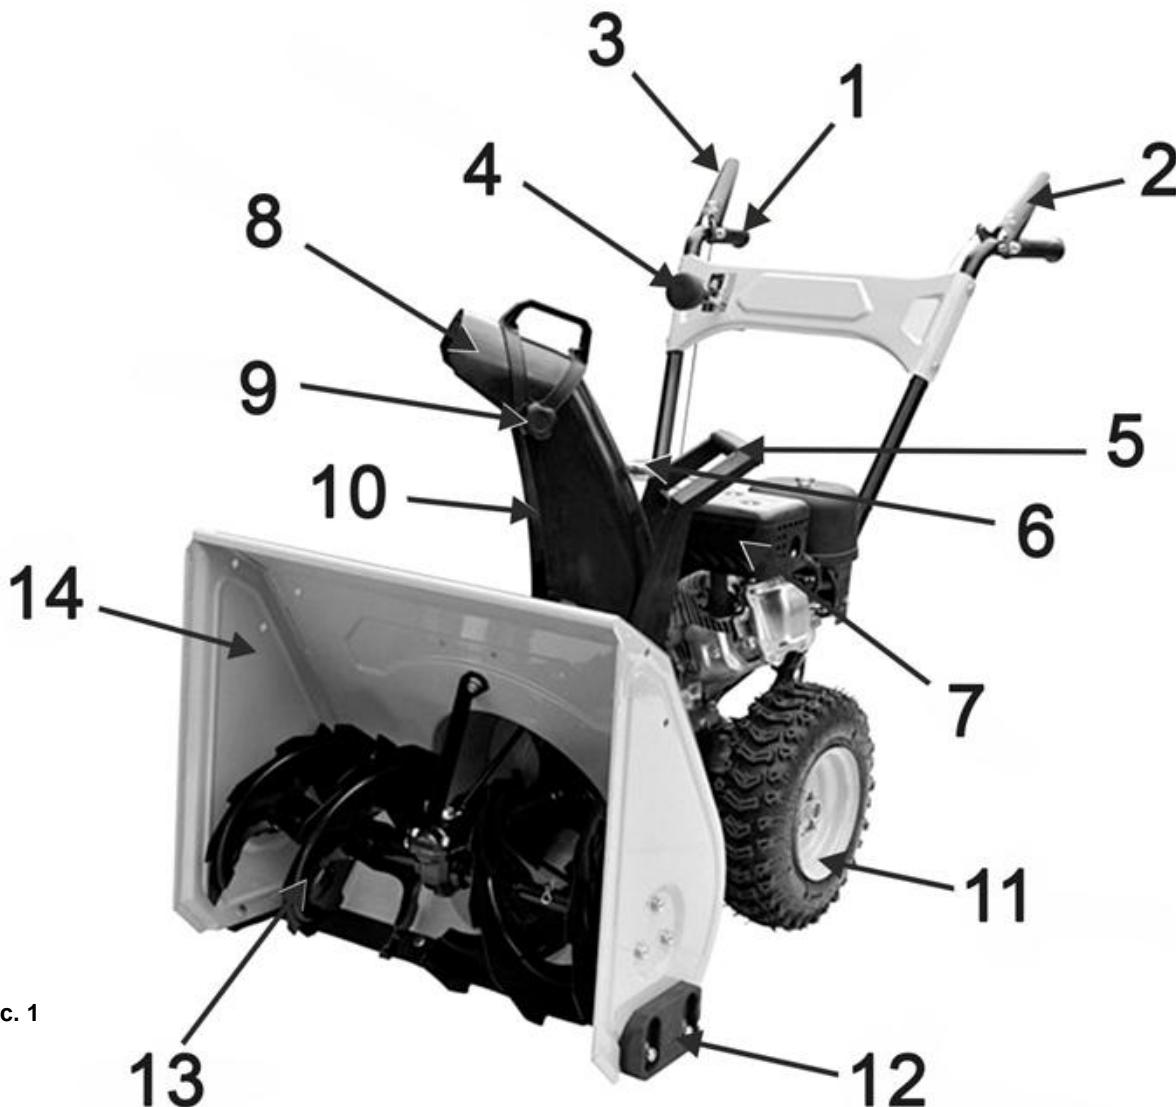
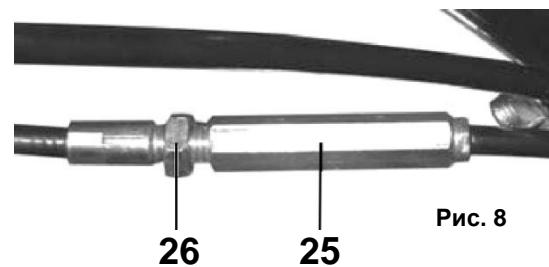

Рис. 1
Рис. 8
- Снегоуборщик вращением лопастей шнека (13)(См. Рис.1) убирает снежный покров с ровных площадей, и через снегоотвод (10) выбрасывает его в выбранную сторону.
- Шнек (13)(См. Рис.1) представляет собой винтовой механизм в виде стержня с наклонными лопастями, приводимый в действие двигателем. Шнек захватывает, и транспортирует снежную массу внутрь
- Выбор направления отвода снега устанавливается вручную поворотом рукоятки (5)(См. Рис.1)
- Снегозаборник (14)(См. Рис.1) служит для захвата снега и направления его потока в рабочую зону снегоуборщика (на шнек).
Рычаг привода колес (2)(См. Рис.1)
- При нажатии рычага привода колес (2), включается система привода, и снегоуборщик начинает движение.
- При отпускании рычага привода колес (2), привод отключается, и снегоуборщик прекращает движение.
Рычаг привода шнека (3)(См. Рис.1)
- При нажатии рычага привода шнека (3), включается система привода, и лопасти шнека (13)(См. Рис.1) начинают вращение.
Рычаг переключения скоростей (4)(См. Рис.1)
- Для изменения скорости и направления движения: остановите снегоуборщик и вращение шнека, переведите рычаг (4)(См. Рис.1) в соответствующее выбранному режиму движения положение.
- Установите желоб снегоотвода (10)(См. Рис.1) на выпускной канал импеллера.
- Установите в отверстие на рычаге управления (2; 3)(См. Рис.1) верхний Z-образный конец троса (19)(См. Рис.4).
- Установите / замените ограничительные башмаки (12)(См. Рис.1; 7) с каждой стороны снегозаборника.
- Рычаги приводов колес и шнека (2) и (3) должны прижиматься к рукояткам руля управления (1)(См. Рис.1) без чрезмерных усилий.
- Проверьте работу рычагов привода колес (2) и шнека (3)(См. Рис.1).
- Рычаги (2) и (3) должны полностью прижиматься к рукоятке управления. Если этого не происходит, значит, тросики перетянуты, и их необходимо ослабить.
- Отрегулируйте приводные тросы с помощью резьбовой втулки (25)(См. Рис.8), расположенной в средней части троса.
- Для натяжения тросика: ослабьте гайку (26), а затем переместите резьбовую втулку (25) вверх и затяните гайку (26)(См. Рис.8) до втулки.
- Для ослабления тросика: ослабьте гайку (26) и переместите резьбовую втулку (25) вниз и затяните гайку (26) до втулки.